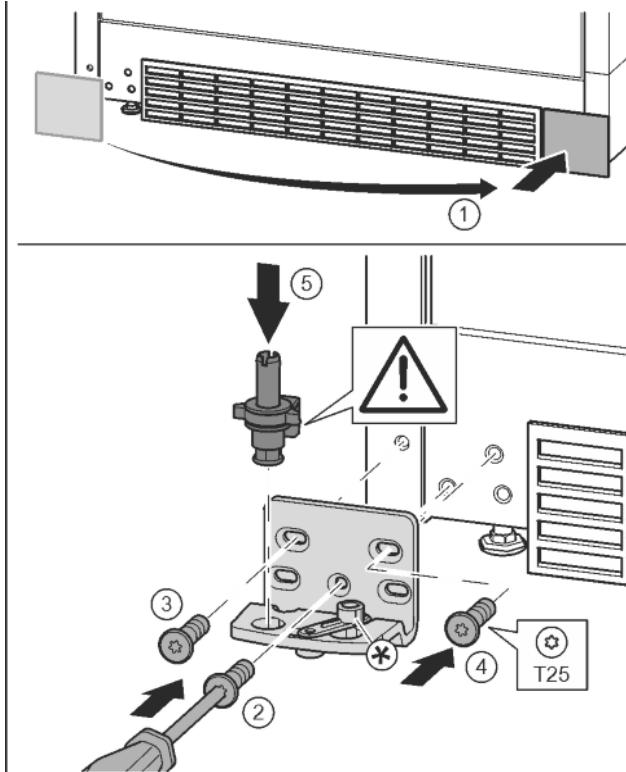

Fig. 16
- ▶ Skinite pokrov i postavite ga na drugoj strani. Fig. 16 (1)
- ▶ Postavite podložak ležaja na drugoj strani i zavijte pomoću odvijača T25. Započnite s vijkom 2 dolje u sredini. Fig. 16 (2)
- ▶ Pritegnite vijak 3 i 4. Fig. 16 (3, 4)
- ▶ Kompletno umetnute podložak ležaja. Pri tome pazite da je ispuštenje za blokiranje okrenuto prema otraga. Fig. 16 (5)